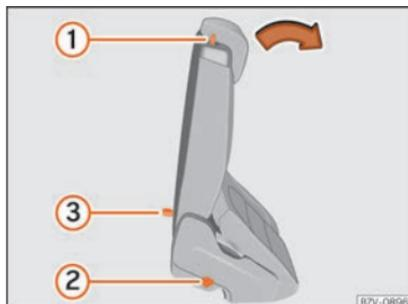

Fig. 162 Segunda fila de bancos: comandos da ajuda de acesso.
- Empurre o manípulo »» Fig. 162  para a frente e rebata o encosto do banco traseiro. Este banco traseiro rebate por completo para a frente »»  e ainda se pode deslocar mais, longitudinalmente, para a frente.
- O banco traseiro deve ficar bem encaixado, para que o efeito de proteção dos cintos de segurança possa ser garantido nos bancos traseiros. A marca vermelha »» Fig. 162  não deve ficar à vista »»  em Rebater os bancos traseiros como superfície de carga na página 171.
Se o manípulo »» Fig. 162  não funcionar, por exemplo, depois de um acidente, a partir da terceira fila podem rebater-se para a frente os bancos da segunda fila para facilitar a saída a partir da terceira fila de bancos »»  »
• Empurre a pega »» Fig. 162 ③ para trás e rebata o encosto do banco traseiro. O banco completo rebate para a frente »» ⚠.
- Uma marca vermelha na lateral do banco »» Fig. 162 ② adverte que o encosto não